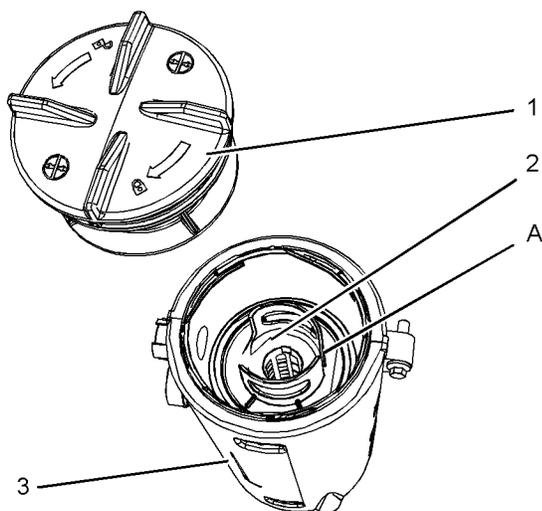

Abbildung 68
**Anmerkung:** Die Aussparung im Bereich (5) im Deckel ermöglicht Zugriff auf die Dichtung.
4. Die alte Dichtung (4) entfernen und neue Dichtung einsetzen.
5. Neues Filterelement in das Entlüftergehäuse (3) installieren und das Filterelement auf die Position (A) ausrichten. Siehe Abbildung 68. Die Position (A) am Filterelement an Position (B) am Deckel ausrichten.